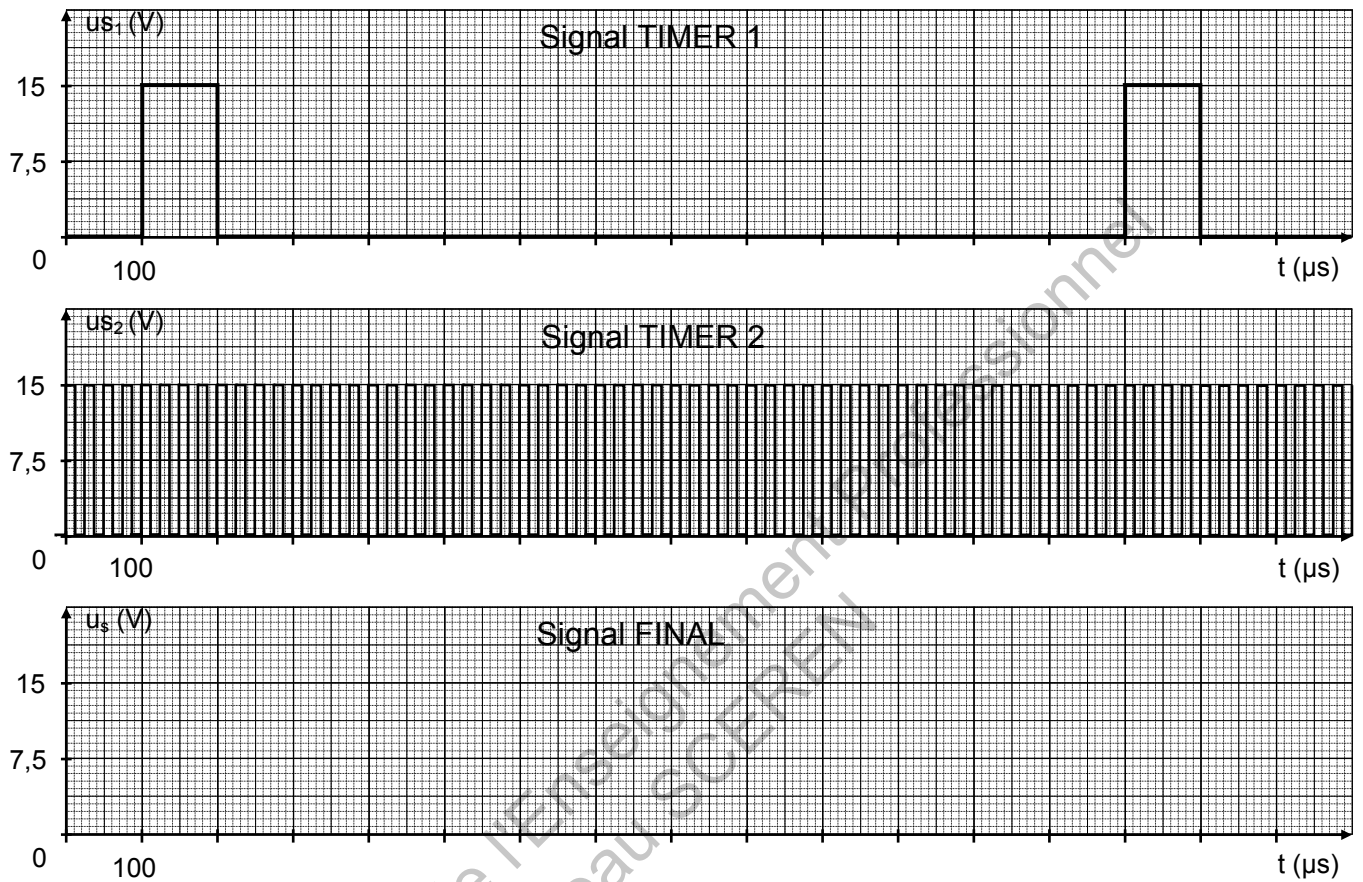

FIGURE 4
A.2.1.3 Mesurer sur la figure 4 la durée  $T_{High}$  du TIMER 1.
A.2.2 Le TIMER 2, quand la broche (4) RAZ est reliée à  $V_{dd}$ , fournit un signal  $u_{s_2}(t)$  représenté figure 4.
Représenter le signal  $u_s$  sur la figure 4 lorsque la sortie du TIMER 1 est reliée à la broche (4) RAZ du TIMER 2.